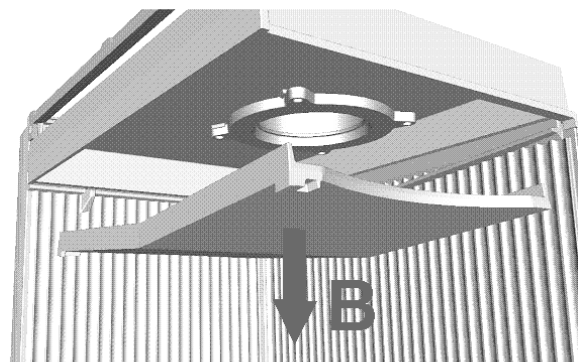

Fig.2
- g) Mantenga alejado cualquier material combustible (muebles, cortinas, ropas, etc.), a una distancia mínima de seguridad de 0,90m. (Fig.2)